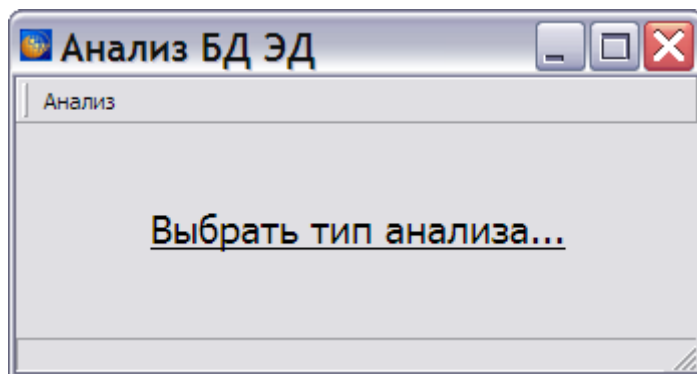

Рис. 21.91
3. После выбора ответа «Да» окно **Анализ БД ЭД** примет вид, показанный на Рис. 21.91.